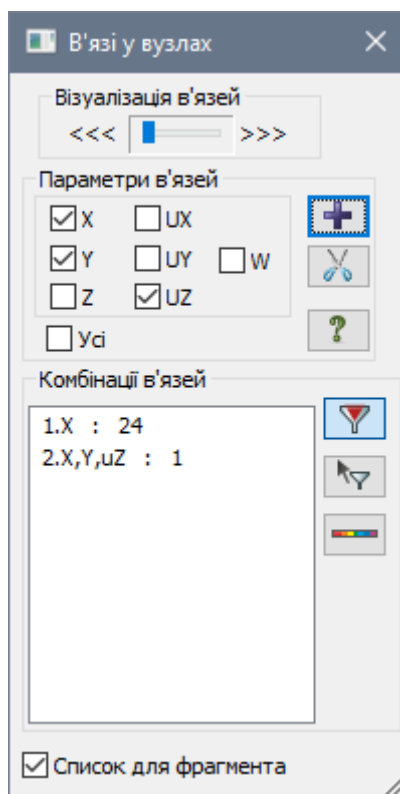

Рис. 4.19. Діалогове вікно В'язі у вузлах
- Натиснувши на кнопку  – **В'язі** (панель **Жорсткості та в'язі** на вкладці **Створення і редагування**) відкрийте діалогове вікно **В'язі у вузлах** (рис. 4.19).